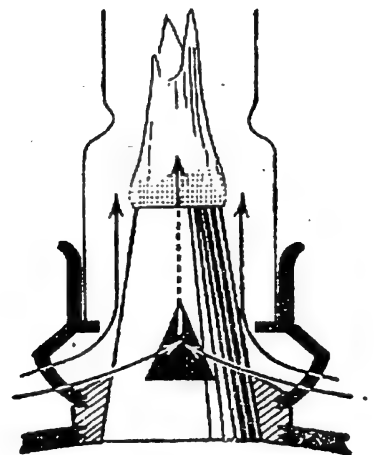

Fig. 8. — La circulation de l'air à l'extérieur et à l'intérieur de la flamme
**4. L'air dans la lampe.** — Nous avons déjà vu (p. 86) que l'air est indispensable pour faire brûler les combustibles. Cet air pénètre dans la lampe par les fentes de la galerie (fig. 8) ; une partie passe par l'ouverture triangulaire du bec et arrive à l'intérieur de la couronne formée par la mèche ; le reste circule à l'extérieur de cette couronne.